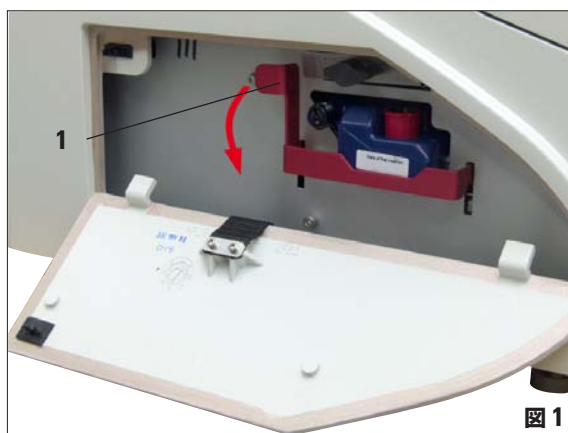
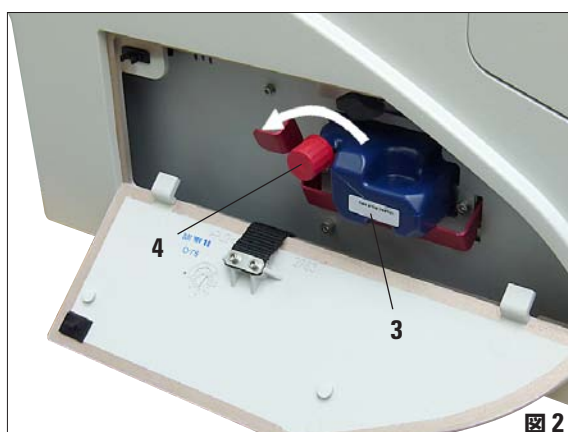

図 1
図 2
- 赤のキャップ（85、図 2）を搬送用タンクに締め付け、プリンターのサイドのドアを閉めます。
- プリンターの左側のドアを開け、赤の保持ブラケット（1、図 1）を下に押し、インクカートリッジ（3、図 2）を約 30 mm、「Ink Empty」LED が点灯するまで注意しながら引き出します。
- 赤の保持ブラケットを前に引き、新品のインクカートリッジを半分ほどスロットに挿入します（3、図 2）。
- 赤の保護キャップ（4、図 2）を反時計方向に 1 回転させて開きます。